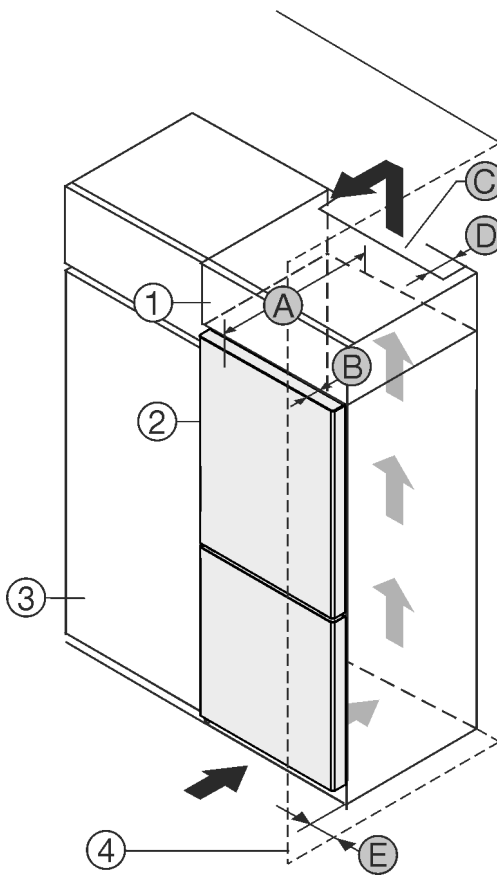

Fig. 1
Urządzenie można ustawić bezpośrednio obok szafki kuchennej Fig. 1 (3)*
Na tylnej ścianie szafki nasadzonej wymagany jest wywiewny kanał wentylacyjny o głębokości Fig. 1 (D) na całej szerokości szafki.*
Pod sufitem pomieszczenia należy zachować przekrój wentylacyjny Fig. 1 (C)*
Jeżeli urządzenie będzie ustawiane z zawiasami do ściany Fig. 1 (4), to pomiędzy urządzeniem i ścianą należy zachować minimalny odstęp, wynoszący 13 mm.*
Jeżeli urządzenie będzie ustawiane z zawiasami do ściany Fig. 1 (4), to pomiędzy urządzeniem i ścianą należy zachować minimalny odstęp, wynoszący 20 mm.*
By móc całkowicie otworzyć drzwi, urządzenie musi wystawać przynajmniej o głębokość drzwi Fig. 1 (B) za front szafki kuchennej. W zależności od głębokości szafek kuchennych Fig. 1 (3) oraz od zastosowania elementów dystansowych urządzenie może wystawać jeszcze bardziej.*